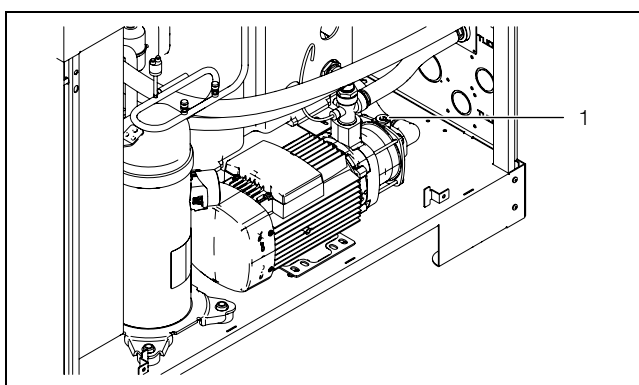

Imagen 22: Purgado de la bomba del medio refrigerante
- Purgue la bomba del medio refrigerante (en reposo) abriendo el tornillo de purga (imagen 22, pos. 1). La purga de la bomba concluye en el momento que rebosa medio refrigerante del tornillo de purga.